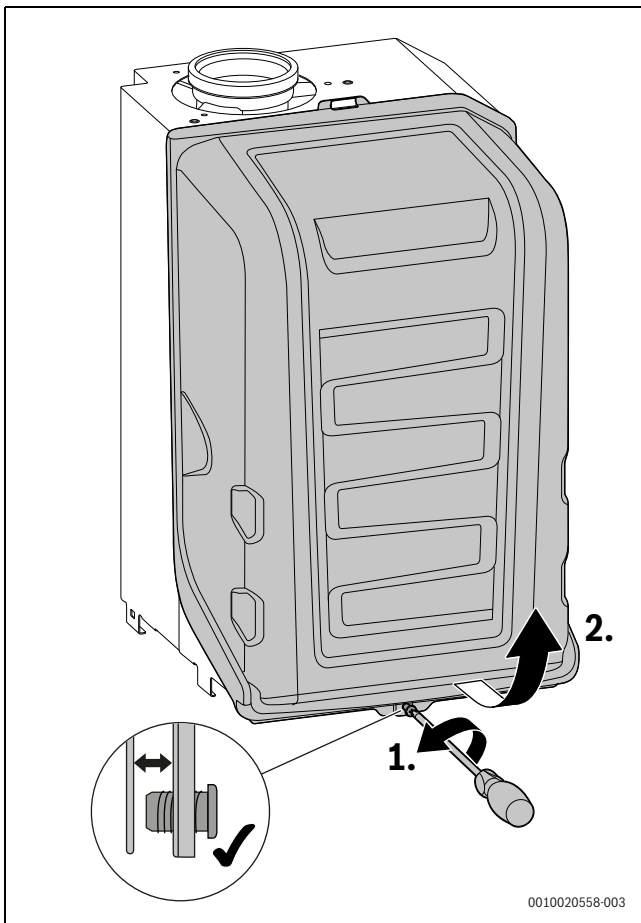

Bild 14 Brennerhaube abnehmen
- ▶ Brennerhaube abnehmen (→ Bild 14, Seite 92).